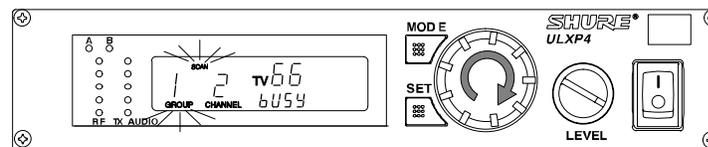

FIGURA 38
2. Per iniziare l'analisi, girate la manopola di regolazione di un quarto di giro in senso orario, come illustrato in Figura 38. Il ricevitore comincia automaticamente ad analizzare i canali in ciascun gruppo di frequenze. Tale operazione può richiedere fino a due minuti e sul display appare la dicitura "BUSY".